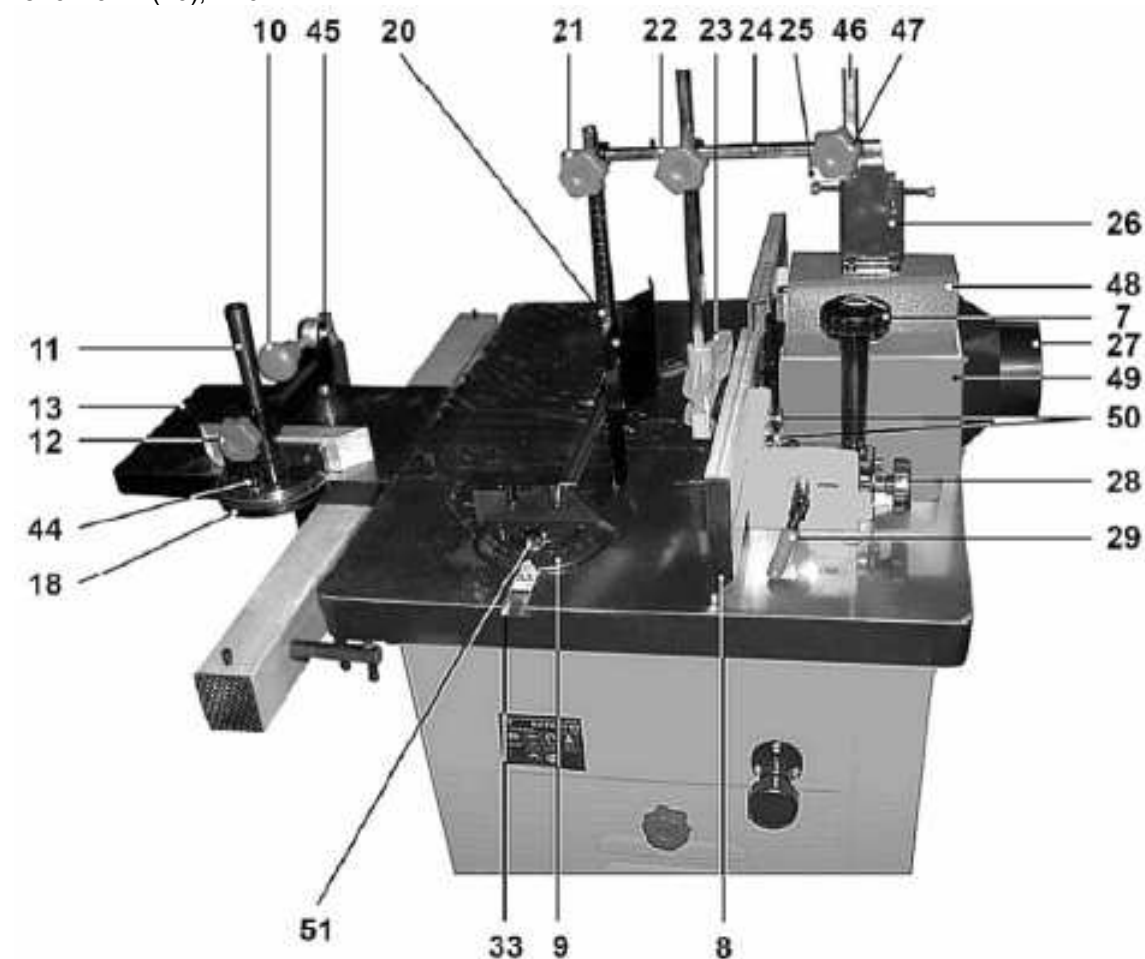

Рис. 5
8.3.1. На подвижном столе (13) установите стойку (11). На стойке (11), используя шайбу и винт фиксации (44), установите и закрепите транспортер (18), Рис.5.
8.3.2. На стойке (11), используя винт фиксации (12), закрепите прижимное устройство (45), Рис.5.
8.3.3. На корпусе узла направляющих планок (49) установите и закрепите двумя винтами подиум (48). На подиуме (48) установите и четырьмя винтами закрепите стойку прижимов (26), Рис.5.
8.3.4. В гнездо стойки прижимов (26) вставьте штангу (24) и закрепите винтом фиксации (47), Рис.5.
8.3.5. Как показано на Рис. 5, в зажимах крепления штанги (24) установите и винтами фиксации (21 и 22) закрепите прижимную пластину (20) и прижимную планку (23). При закреплении подкладывайте металлические пластины (см. комплектность).
10.1.3. Проверьте правильность настройки глубины фрезерования (п.9.1) и установки прижимных устройств. Прижимная планка (23) должна быть настроена так, чтобы заготовка была плотно прижата к рабочему столу (5), но в то же время, не мешала продвижению заготовки. Прижимная пластина (20) должна быть настроена таким образом, чтобы заготовка была плотно прижата к направляющим планкам (6 и 8), но, в то же время, не мешала продвижению заготовки, Рис.5. При выполнении фрезерной операции с применением подвижного стола (13) закрепите заготовку с помощью прижимного устройства (45), Рис.5.